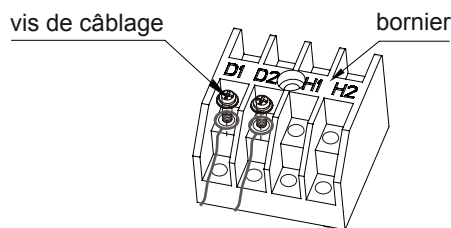

Fig 5.3.1
- (1) Ôter le couvercle du boîtier électrique.
- (2) Faire passer le câble d'alimentation par les passages de câble.
- 3) Connecter le câble de communication aux bornes D1 et D2 de la carte de câblage 4 bit intérieure, comme indiqué sur la fig 5.3.1.